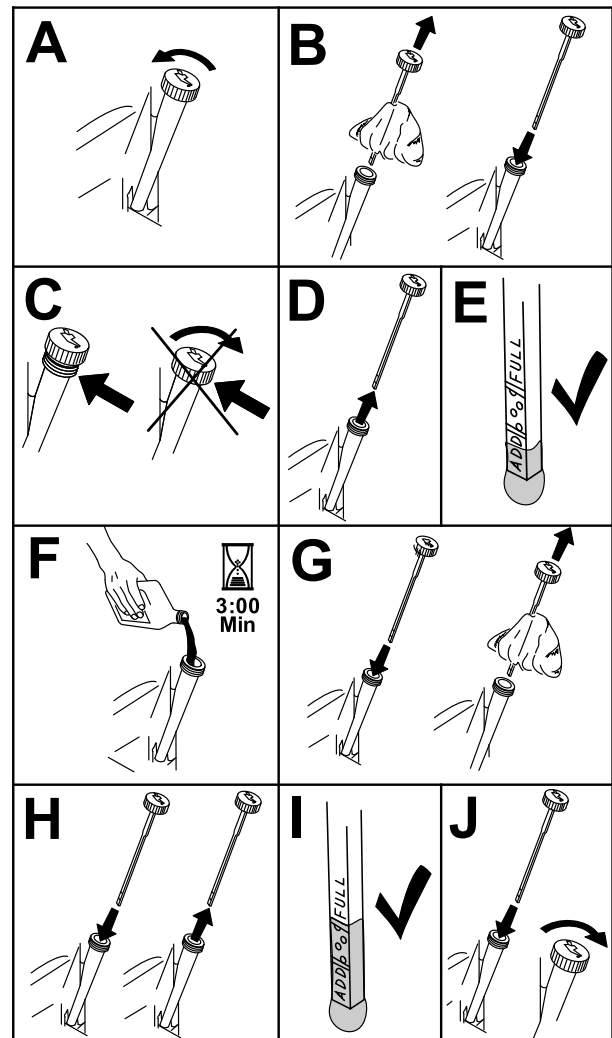

Figura 47
3. Para que no entre suciedad, recortes de hierba, etc., en el motor, limpie la zona alrededor del tapón de llenado/varilla de aceite antes de retirarlo (Figura 47).